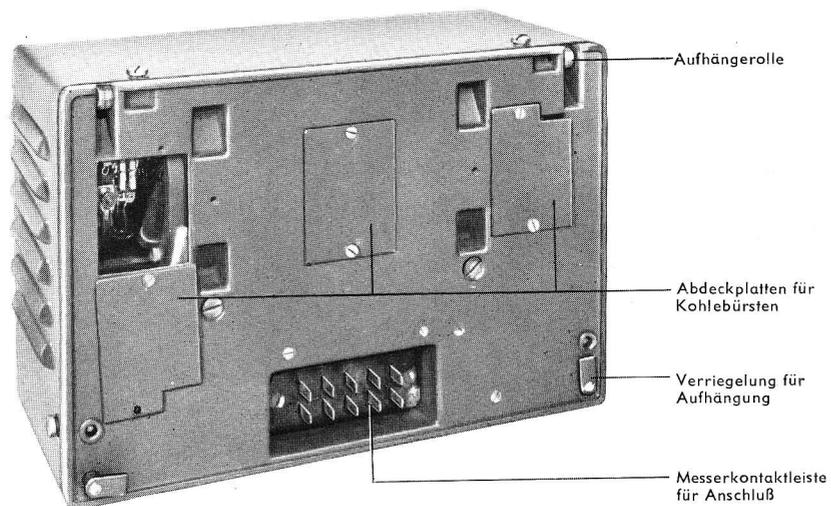

Abb. 33 Umformer U 11 a (Rückansicht)
Die hinteren Kohlebürsten sind nach Lösen der Bürstenabdeckungen auf der Rückseite des Umformers zugänglich (vgl. Abb. 33).
**60.** Der Rahmensteuerschalter (vgl. Abb. 33 und 34) enthält eine Widerstandswicklung, die in der Mitte unterbrochen ist. Der in seiner Mittelstellung federgefedelte Schleifer wird mit einem Bedienungsknebel betätigt und bewirkt je nach Größe und Richtung der Auslenkung verschiedene